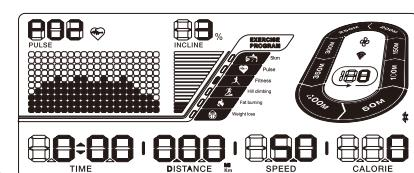

图26
2. 我们为您在面板上设置了健身训练程式快捷键[3]。(图26所示)